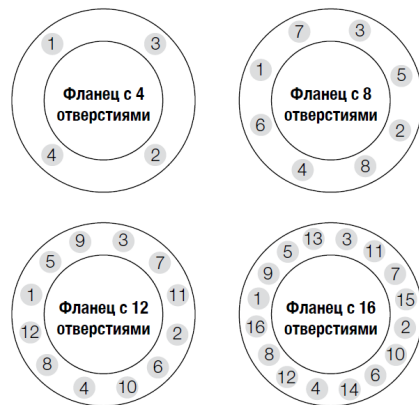

Рис.4
- Болты затянуть вручную последовательно крест-накрест и равномерно (см. Рис.4 и каталог).